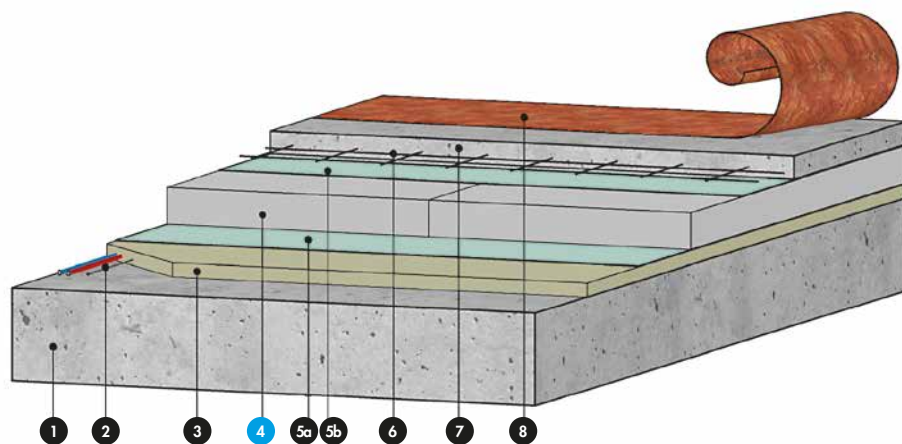

Fig. 1 : Mise en œuvre sous chape hydraulique ou chape fluide et isolant bord droit
**Nomenclature de la figure 1**